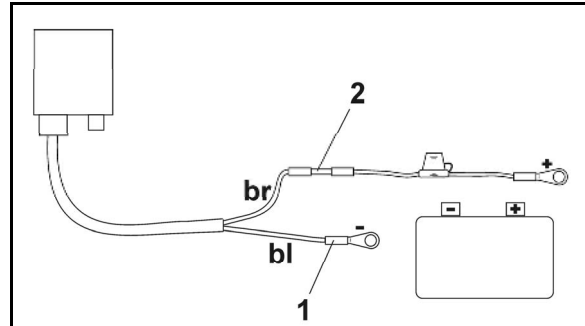

Fig. 18
2. Die beiden Gelenkbolzen (Fig. 18/1) herausziehen.
5. Blaue Kabelader (Masse) in Ringzunge einführen (Fig. 18/1).
7. Braune Kabelader (+ 12 Volt) in freies Ende vom Stoßverbinder (Fig. 18/2) einführen.
9. Stoßverbinder (Fig. 18/2) mit Wärmequelle (Feuerzeug oder Heißluftfön) einschrumpfen bis der Kleber austritt.